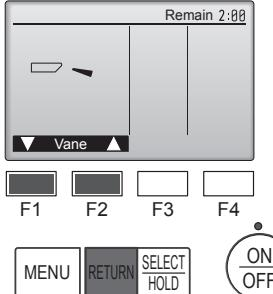

Fig. 7-4
- Pulse el botón [SELECT/HOLD] para visualizar la pantalla de funcionamiento Lama, y luego pulse los botones [F1] y [F2] para comprobar el sistema automático de desviación del aire. (Fig. 7-4)